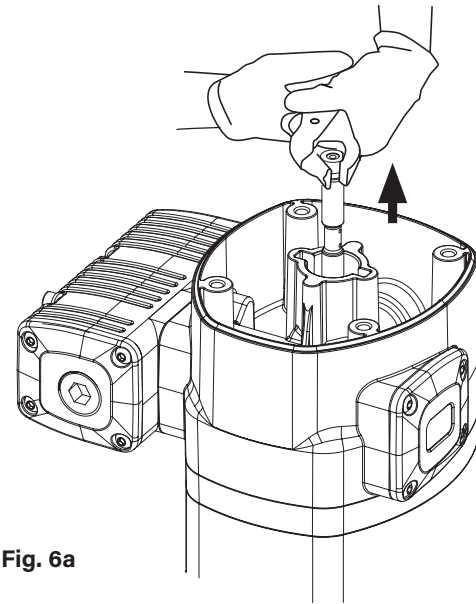
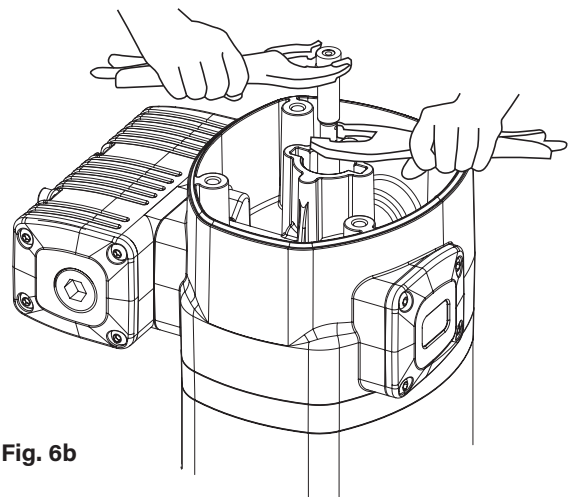

Fig. 6a
Fig. 6b
1. Unscrew the bolts (2) and remove the cap (3).
2. Unscrew the sensor sleeve (4).
3. With a manual clamp on the nut (5), pull the rod (40) outwards until its central recess appears (fig. 6a). Then, with another manual clamp, grab the rod (40) on the recess to prevent the sealing surface from being damaged, and unscrew the nut (5) (fig. 6b).
4. Remove o-ring (6) and ring (7), and replace them with new ones later during reassembly.
5. Unscrew the bolts (55). Pull the motor body (13) outwards to free it along with bridle (36).
6. Take away the gasket (9) and replace its seals (8) and (10).
7. Unscrew the bolts (37) and separate the motor (13) from the bridle (36). Take away the washer (32) and replace the seal (8).
8. Take away the cylinder (50) while carefully holding the air piston (45). Replace the piston seal (44).
9. Reassemble in reverse order, applying thread locker in screws (37), nut (5) and sensor sleeve (4).
1. Desenrosque los cuatro tornillos (2) y quite la tapa (3).
2. Desenrosque el tapón inversor (4).
3. Con ayuda de una mordaza manual sobre el casquillo (5), tire hacia fuera del vástago (40) hasta que aparezca su rebaje central (fig. 6a). Después, con otra mordaza manual agarre el vástago (40) en dicha zona rebajada central para no dañar la superficie destinada al sellado y desenrosque el casquillo (5) (fig. 6b).
4. Deseche la tórica (6) y el aro (7), y use otros nuevos posteriormente al volver a montar.
5. Desenrosque los cuatro tornillos (55). Tire hacia arriba del cabezal motor (13) hasta liberarlo junto con la brida (36).
6. Quite el casquillo inversor (9). Sustituya las juntas (8) y (10) de este casquillo.
7. Desenrosque los cinco tornillos (37) y separe el cuerpo motor (13) de la brida (36). Extraiga la arandela (32) y sustituya la junta (8).
8. Retire el cilindro (50) sujetando con cuidado el émbolo (45). Sustituye la junta (44) de dicho émbolo.
9. Vuelva a montar el conjunto en sentido inverso, aplicando fijador de rosca en los tornillos (37), casquillo (5) y tapón inversor (4).